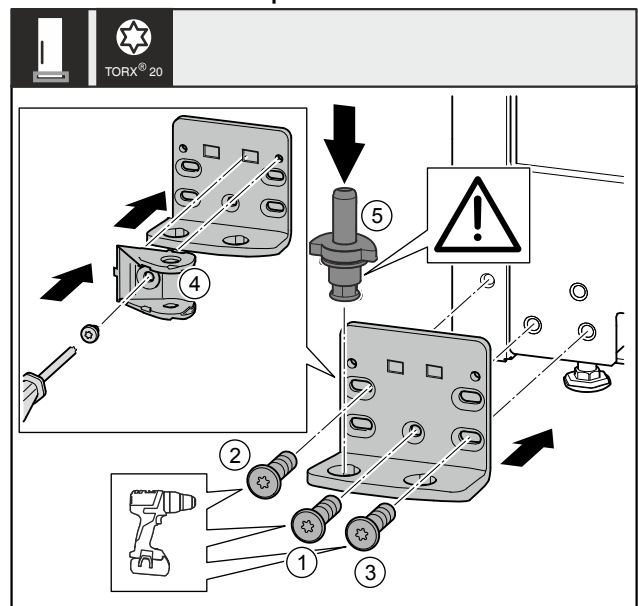

Fig. 37 *
- Lagerbock auf der anderen Seite ansetzen und mit Hilfe eines Schraubendrehers anschrauben. Mit Schraube Fig. 37 (1) unten in der Mitte beginnen.*
- Schraube Fig. 37 (2) und Schraube Fig. 37 (3) festschrauben.*
- Schließdämpferverbindung Fig. 37 (4) um 180° drehen. Auf der anderen Seite des Lagerbocks mit Schraubendreher anschrauben.*
- Lagerbolzen Fig. 37 (5) komplett einsetzen. Dabei darauf achten, dass der Rastnocken nach hinten zeigt.*